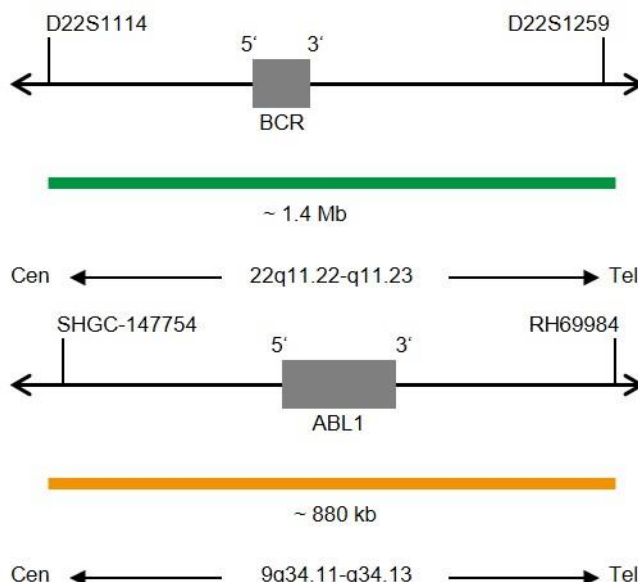

Fig. 1 : En haut : Carte de la sonde SPEC BCR ; En bas : Carte de la sonde SPEC ABL1 (pas à l'échelle)
- Polynucléotides marqués au ZyGreen (excitation 503 nm/émission 528 nm) (~12 ng/ μ l), qui ciblent une séquence de 22q11.22-q11.23* (chr22:23,000,029-24,431,064) hébergeant la région du gène BCR (voir figure 1).
- Polynucléotides marqués au ZyOrange (excitation 547 nm/émission 572 nm) (~6 ng/ μ l), qui ciblent une séquence de 9q34.11-q34.13* (chr9:133,223,081-134,103,849) hébergeant la région du gène ABL1 (voir figure 1).